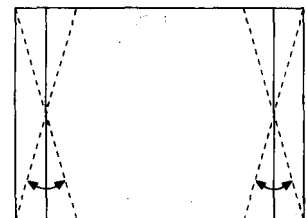

Bild 6
- d) Stellen Sie die E-W TRAPEZOID so ein, daß Sie eine bedingung erhalten wie es im Bild 6 erscheint.